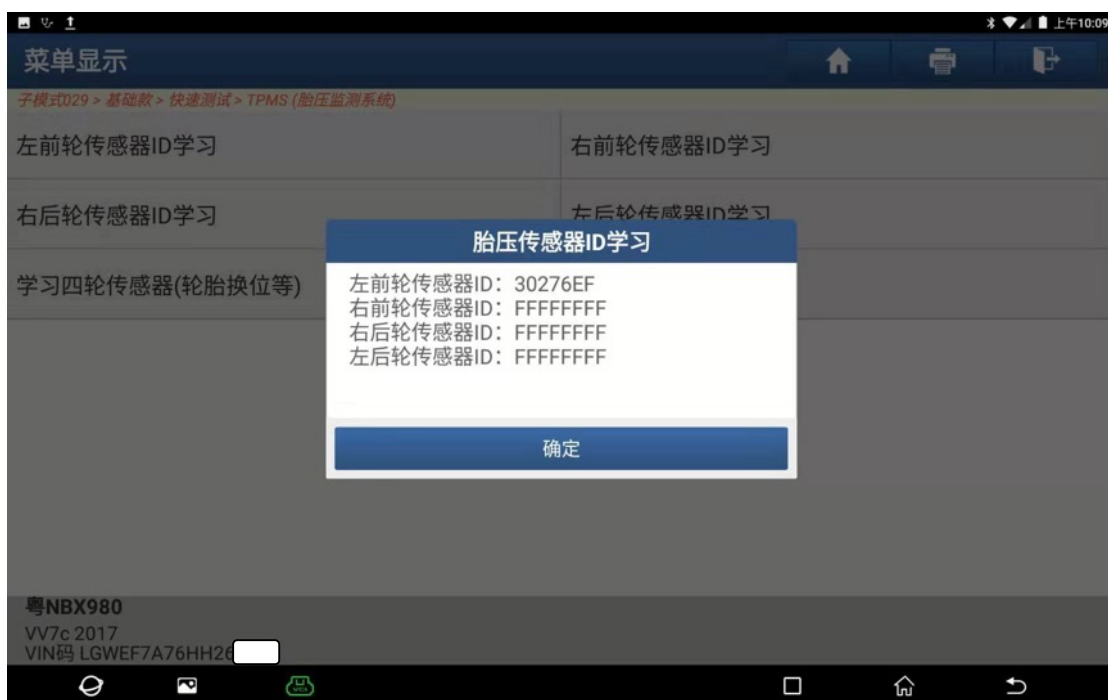

图 12
12). 左前传感器 ID 学习成功, 剩余三个传感器未学习, 点“确定”, 如图 12: